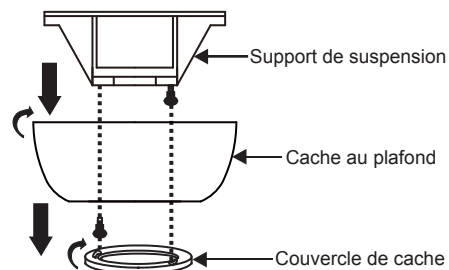

Fig. 5
Étape 1. Retirez le couvercle du fond du cache décoratif en tournant dans le sens antihoraire. (Fig. 5)
Étape 2. Retirez le support de montage au plafond du cache en enlevant (mais en la conservant pour la suite) l'une des deux vis. Desserrez la vis restante d'un demi-tour. (Fig. 5)